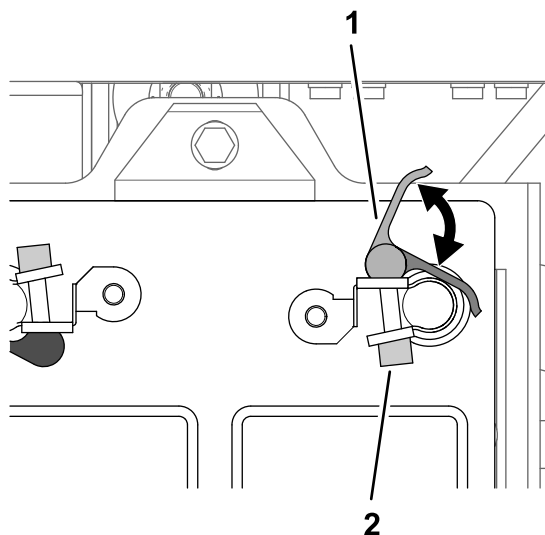

Figura 207
2. Abra la palanca de la abrazadera de desconexión rápida con palanca negra (Figura 207).
4. Cierre la palanca de la abrazadera de desconexión rápida (Figura 207).